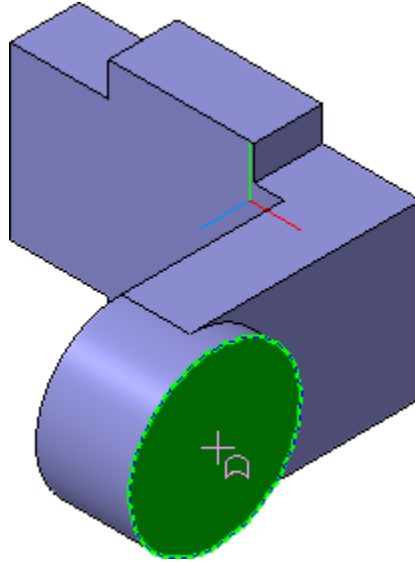

Рисунок 31.
- Укажите грань и нажмите кнопку Эскиз (рис. 31).